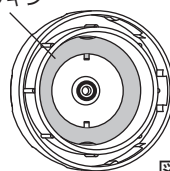

図4
- ・ボトルに水、または消毒液を補充する前に、蓋内側のパッキンがきれいであるか確認してください。(図4)